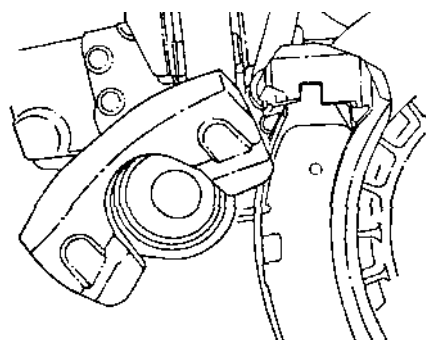

Рис. 7.30.
- поднять скобу, поворачивая ее вокруг верхнего направляющего пальца (рис. 7.30);